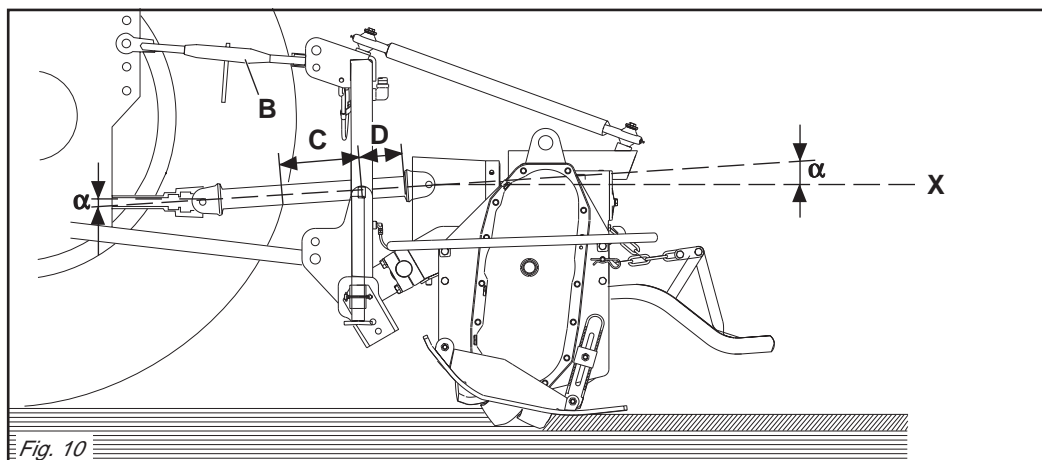
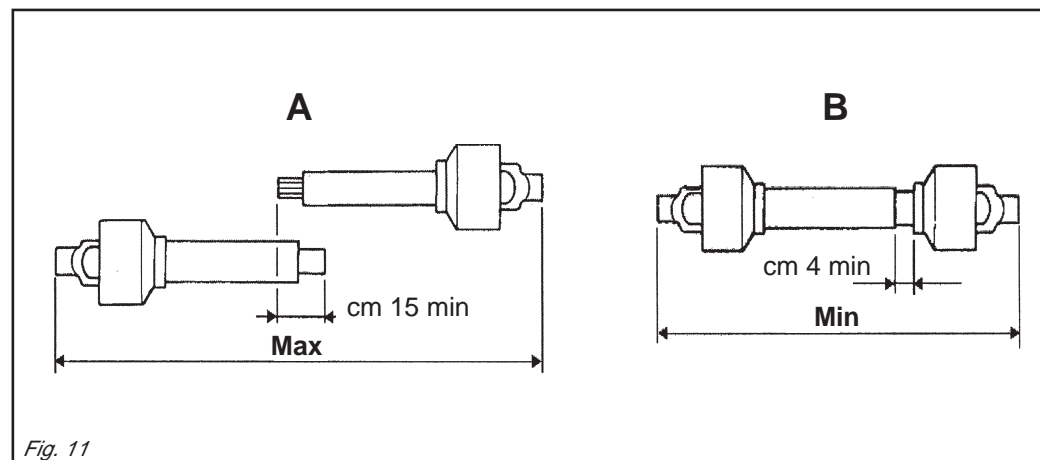

Fig. 10
Fig. 11
Per fare ciò aumentare o diminuire la lunghezza della barra superiore dell'attacco (B Fig. 10) in modo da portare l'asse (X Fig. 10) della ghiera scanalata della scatola parallela al suolo.
- I due angoli (α Fig. 10) formati dalle assi delle forcelle e l'asse dei tubi scorrevoli saranno uguali e non dovranno superare i 10°.
- La copertura (C Fig. 10) dei tubi scorrevoli deve essere di 15 cm minimo (Fig. 11).
- I due tubi dell'albero di trasmissione a cardano non si devono ricoprire completamente, una corsa di sicurezza (D Fig. 10) di 4 cm minimo deve sussistere.
- Gli angoli (α Fig. 10) dei cardani non devono essere superiori a 40° (Fig. 10). Se non si raggiungono questi due risultati:
To achieve this, increase or decrease the length of the top bar of the hitch (B Fig. 10) so as to set the axis (X Fig. 10) of the housing's grooved ring nut parallel to the ground.
- The two angles (α Fig. 10) formed by the fork axes and the axis of the sliding tubes will be equal and must not exceed 10°.
- The sliding tubes (C Fig. 10) must overlap by at least 15 cm (Fig. 11).
- The two tubes of the driveline shaft must not fully overlap. There must always be a safety travel (D Fig. 10) of at least 4 cm.
- The angles (α Fig. 10) of the drivelines must not exceed 40° (Fig. 10). If these two results are not obtained:
Um dies zu erhalten, die Länge der oberen Kupplungsstange (B Abb. 10) erhöhen oder verringern, bis die Achse (X Abb. 10) der Keilmutter des Gehäuses parallel zum Boden steht.
- Die beiden Winkel (α Abb. 10), die aus den Achsen der Gabeln und der Achse der Gleitrohre bestehen, müssen gleich groß sein und dürfen auf keinen Fall größer als 10° sein.
- Die Überdeckung (C Abb. 10) der Gleitrohre muss mindestens 15 cm ausmachen (Abb. 11).
- Die beiden Rohre der Gelenkwelle dürfen sich nicht ganz überdecken. Es muss noch einen Sicherheitshub (D Abb. 10) von mindestens 4 cm geben.
- Die Winkel (α Abb. 10) der Gelenkwellen dürfen nicht größer als 40° sein (Abb. 10).
Pour obtenir cette condition augmenter ou diminuer la longueur de la barre supérieure de l'attelage (B Fig. 10) de manière à ce que l'axe (X Fig. 10) de la bague cannelée de la boîte soit parallèle au sol.
- Les deux angles (α Fig. 10) formés par les axes des fourches et l'axe des tubes coulissants doivent être identiques et ne doivent pas dépasser 10°.
- La couverture (C Fig. 10) des tubes coulissants doit être au minimum de 15 cm (Fig. 11).
- Les deux tubes de l'arbre de transmission à cardans ne doivent pas se recouvrir complètement, il doit rester une course de sécurité (D Fig. 10) de 4 cm au minimum.
- Les angles (α Fig. 10) des cardans ne doivent pas être supérieurs à 40° (Fig. 10). Si ces deux conditions ne sont pas remplies:
Para ello aumentar o disminuir la longitud de la barra superior del enganche (B Fig. 10) en modo de llevar el eje (X Fig. 10) de la tuerca ranurada de la caja paralela al terreno.
- Los dos ángulos (α Fig. 10) formados por los ejes de las horquillas y el eje de los tubos corredizos serán iguales y deberán superar los 10°.
- La cobertura (C Fig. 10) de los tubos corredizos debe ser como mínimo de 15 cm (Fig. 11).
- Los dos tubos del árbol de transmisión de cardán no se deben cubrir completamente, debe quedar una carrera de seguridad (D Fig. 10) de 4 cm como mínimo.
- Los ángulos (α Fig. 10) de los cardanes no deben ser superiores a 40° (Fig. 10). Si no se presentan estas dos condiciones:
Quando l'albero cardanico è sfilato al massimo, i due tubi devono sovrapporsi per almeno 15 cm. Quando esso è inserito al massimo, il gioco minimo consentito deve essere di 4 cm. (Fig. 11).
When fully inserted, the minimum play must be 4 cm. (Fig. 11).
Wenn die Gelenkwelle so weit wie möglich auseinandergesogen ist, müssen die beiden Teile sich noch um wenigstens 15 cm überlappen. Wenn die beiden Teile ganz zusammengesoben sind, muß das kleinstmögliche Spiel 4 cm ausmachen. (Abb. 11).
Quand il est entièrement rentré, le jeu minimum admissible doit être de 4 cm. (Fig. 11).